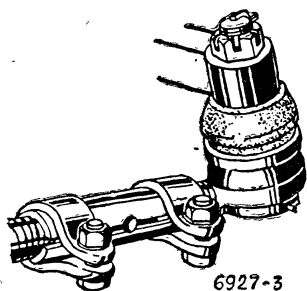

Рис. 31. Положение хомутов регулировочной трубки после затяжки гаек
3. После регулировки поверните хомуты в положение, указанное на рис. 31. Затяните стяжные болты моментом 1,5—1,8 даН·м (1,5—1,8 кгс·м).
3. Установите хомуты регулировочных трубок, как показано на рис. 31, и затяните гайки хомутов рекомендованным моментом.